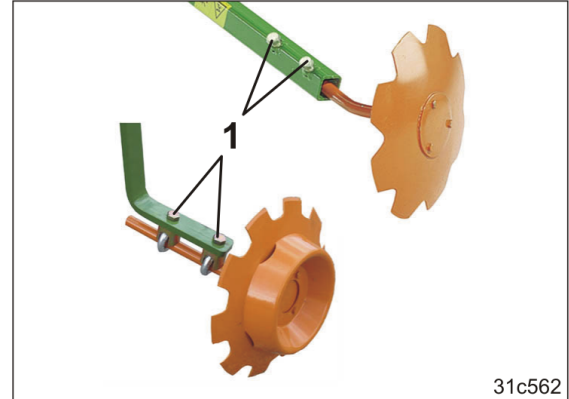

Fig. 170
- 4.3 2 Schrauben (Fig. 170/1) lösen.
- 4.6 Schrauben (Fig. 170/1) festziehen.